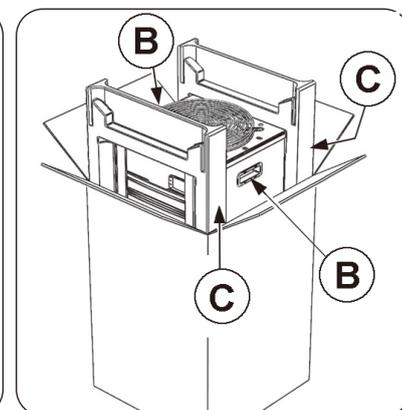

図 3
2) 本体側面に付いている取手を掴んで、中に入っている物を倒さないようしながら垂直に取り出します (図 3 の B)。
3) 梱包用の発泡スチロールを取り除きます (図 3 の C)。